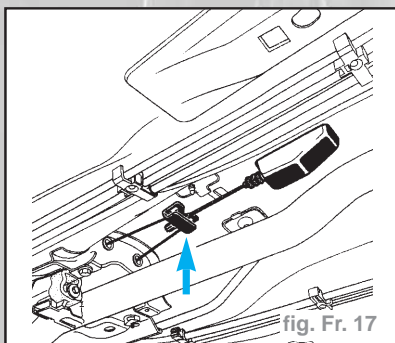

fig. Fr. 17
- Libérer les deux câbles au niveau du palonnier (fig. Fr. 17).